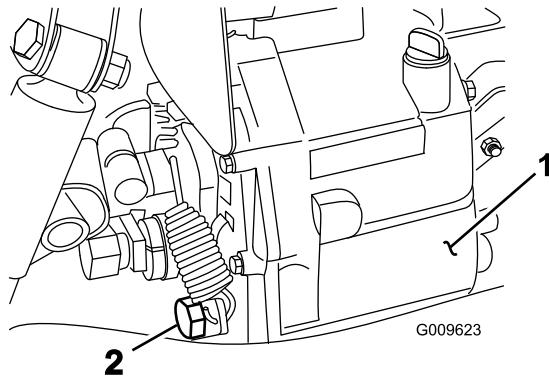

Figura 67
- Togliete la valvola di spurgo situata sul fianco del serbatoio e lasciate defluire il fluido idraulico in una bacinella (Figura 67).